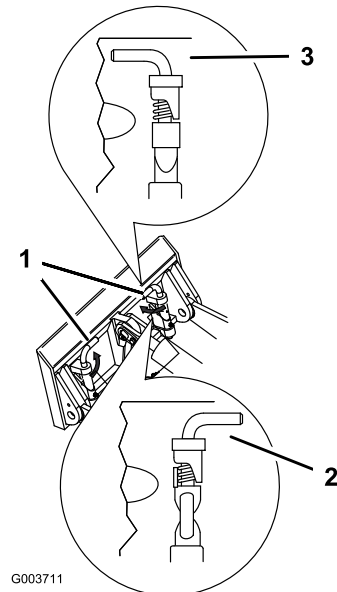

Figure 25
7. Engagez complètement les goupilles à fixation rapide dans la plaque de montage (Figure 25).